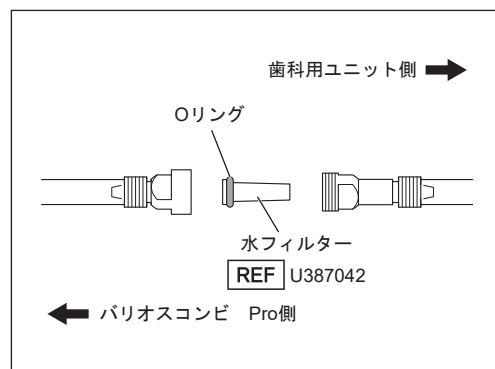

図60
- 5) 新しい水フィルターのOリングをバリオスコンビ Pro側にし、取り外しと逆の手順で組み付けます（図60）。